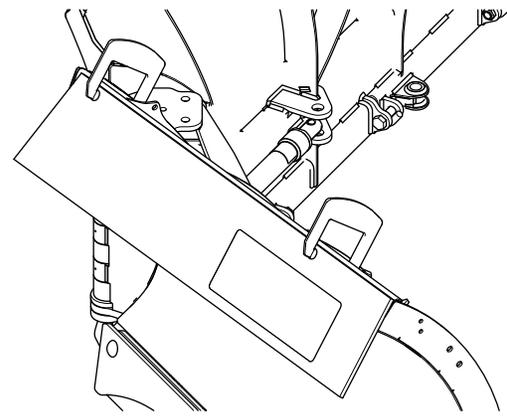

Figure 4
2. Serrez la bande sur le bord supérieur des lames de déneigement (Figure 4).